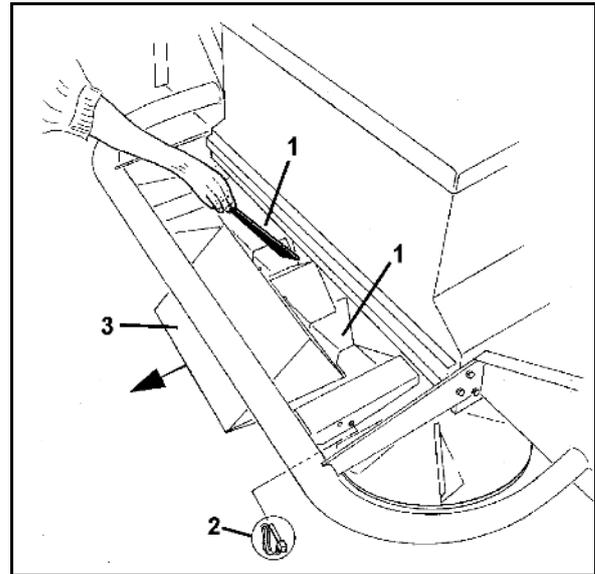

Fig. 52
- Öffnen der Schließeschieber nach dem Einfahren in die Fahrgasse am Punkt P1 (Fig. 52), wenn die Streuscheiben die Strecke X von der Fahrgasse des Vorgewendes entfernt sind.
- Schließen des Schiebers vor dem Herausfahren aus der Fahrgasse am Punkt P2 (Fig. 52), wenn sich die Streuscheiben in Höhe der ersten Fahrgasse des Vorgewendes befindet.